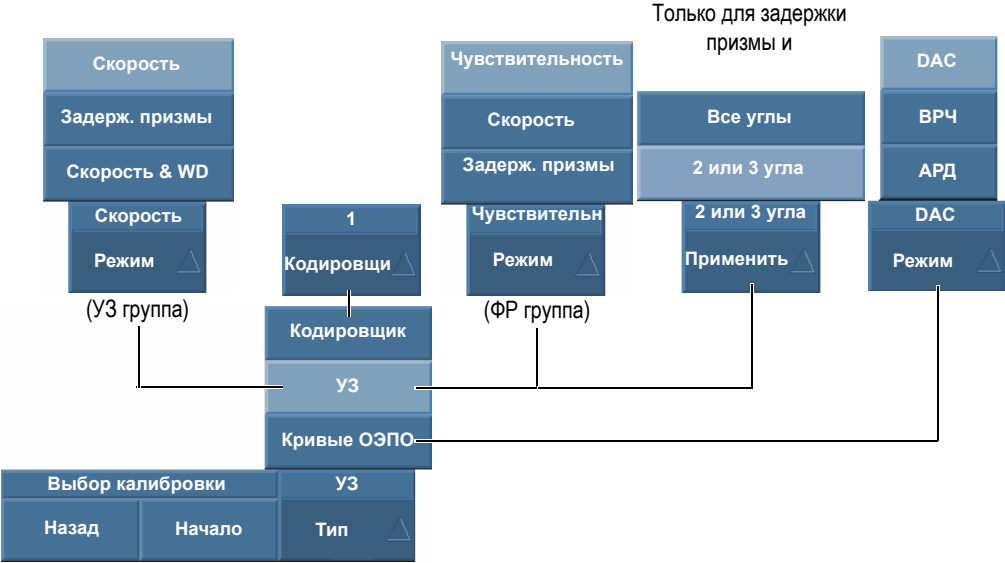
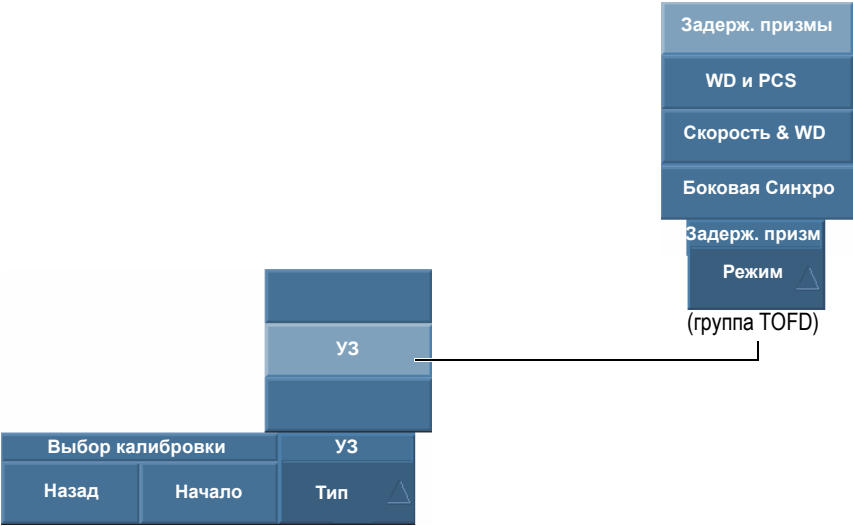

Рис. 5-1 Выбор параметров калибровки
Рис. 5-2 Выбор параметров для калибровки— группа TOFD
2. Пользуясь Рис. 5-1 на стр. 112 и Рис. 5-2 на стр. 112, в списке **Тип калибровки** выберите нужный тип калибровки.
3. В зависимости от выбранного в предыдущем шаге параметра выберите нужный элемент для калибровки в списке Кодировщик или Режим (см. Рис. 5-1 на стр. 112).